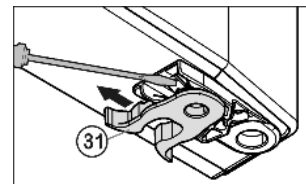

Fig. 9
- ▶ Premiestnite Fig. 9 (31) pružinovú zvierku: Zaisťovací jazýček potlačte nadol, ponad ňu stiahnite pružinovú zvierku.